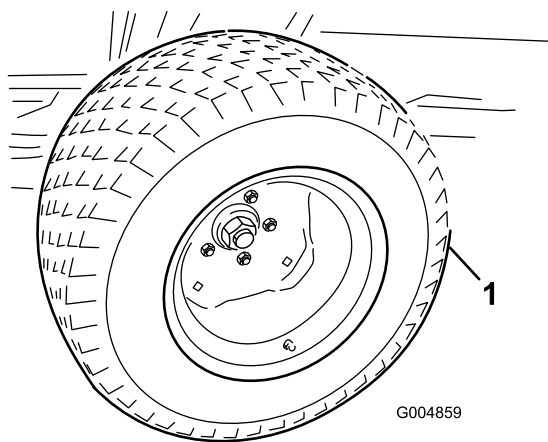

Figure 24
3. Montez les pneus d'été (Figure 24).